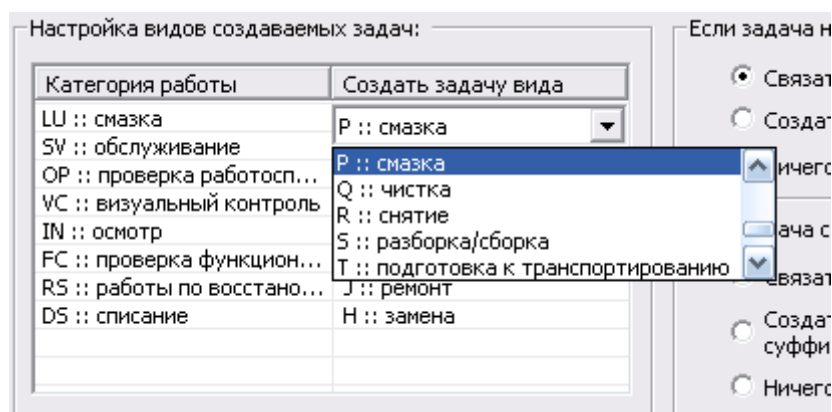

Рис. 2-71
- В таблице **Настройка видов создаваемых задач** для каждой категории плановых работ задается вид создаваемой задачи. Для изменения вида создаваемой задачи сделайте двойной щелчок правой кнопкой мыши по виду задачи и в выпадающем списке выберите новое значение (рис. 2-71).